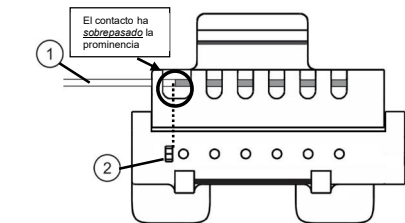

Figura 2. Extremo del electrodo totalmente insertado en el bloque con los contactos alineados
3. Inmediatamente después de finalizar la colocación del electrodo, es necesario conectar los contactos del extremo (1) al cable a través del bloque de conexión. Introduzca con cuidado el extremo del electrodo (1) en el bloque de conexión y asegúrese de que los contactos del extremo del electrodo estén alineados con las patillas del bloque de conexión. Consulte la figura 2 para una alineación correcta.
- 3.1. Asegúrese de que el extremo del electrodo (1) esté completamente insertado comprobando que el último contacto insertado haya sobrepasado la prominencia (2) en la superficie de contacto (véase la figura 2)